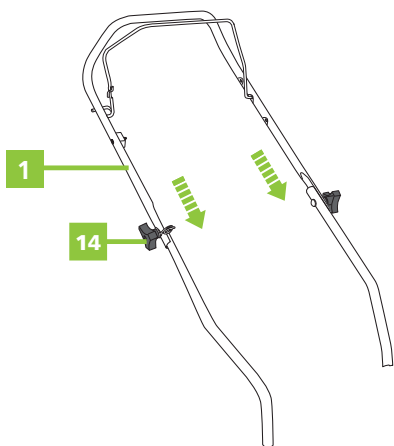
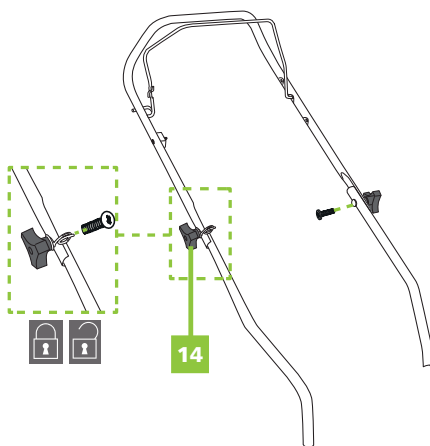

Figure 4
Figure 5
- Placez la barre supérieure du guidon (1) (Fig. 4) et serrez les commandes (14) dans le sens des aiguilles d'une montre pour la fixer (Fig. 5).